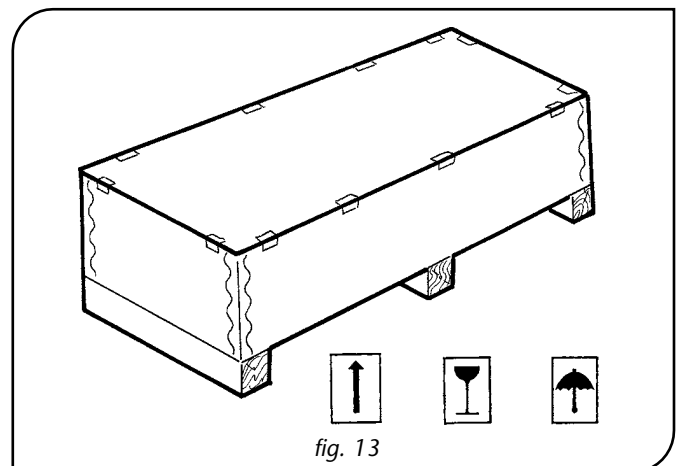

fig. 13
- In alcuni casi il paranco DRH ed i relativi carrelli possono essere contenuti in una cassa o in una gabbia in legno, riportante segnalazioni e pittogrammi che forniscono importanti informazioni riguardanti la movimentazione ed il trasporto (fig. 13).